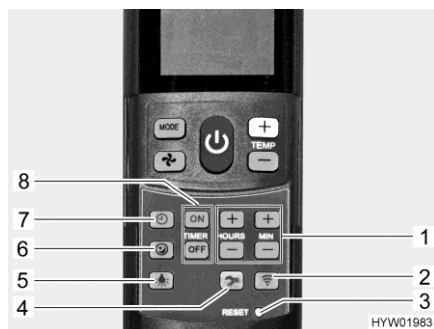

Fig. 224 Mando a distancia con teclas de ajuste (instalación de aire acondicionado)
- Pulsar la tecla Marcha suave (Fig. 224,6). Entonces, el ventilador funcionará a baja velocidad en el funcionamiento de refrigeración y, de esta manera, de modo particularmente silencioso.
- Pulsar la tecla Hora (Fig. 224,7).
- Ajustar las horas y los minutos con las teclas (Fig. 224,1).
- Pulsar la tecla "ON" (Fig. 224,8).
- Pulsar las teclas para el ajuste de la hora (Fig. 224,1) hasta que se haya alcanzado el lapso de tiempo hasta la conexión.
- Pulsar la tecla "OFF" (Fig. 224,8).
- Pulsar las teclas para el ajuste de la hora (Fig. 224,1) hasta que se haya alcanzado el lapso de tiempo hasta la desconexión.
- Volver a pulsar la tecla "ON" o la tecla "OFF" (Fig. 224,8).
- Pulsar la tecla Luz (Fig. 224,5). La iluminación será conectada con el nivel de atenuación ajustado más recientemente.
- Pulsar la tecla Luz (Fig. 224,5) y mantenerla pulsada hasta que se alcance la luminosidad deseada.
- Pulsar la tecla Luz (Fig. 224,5).
- ▷ La tecla Instalación (Fig. 224,4) se usa para conectar el mando a distancia con la instalación de aire acondicionado durante la primera puesta en funcionamiento.